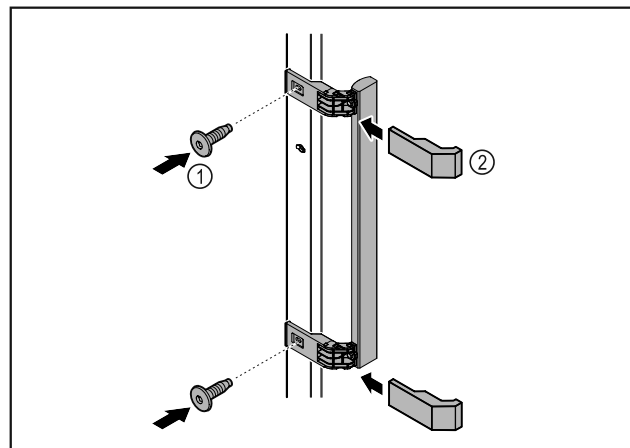

Fig. 7
- Pritvirtinkite rankeną iš priedų pridedamais varžtais Fig. 7 (1) prie durų.
- Uždėkite dengiamąją plokštelę Fig. 7 (2).